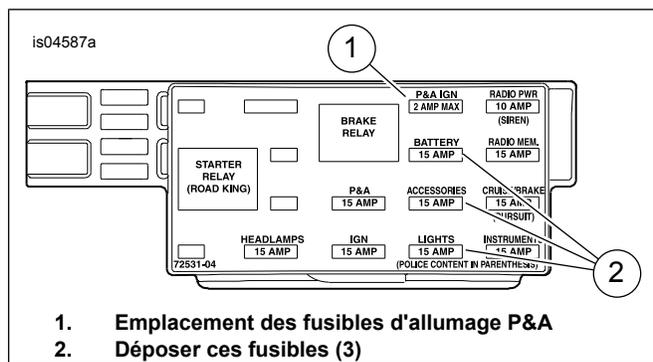

Figure 13. Cavité de fusible d'allumage P&A (modèles Touring de 2004 à 2007)
3. **Modèles de 2004 à 2007 :** Voir la figure 13. Repérer la cavité de fusible marquée « P&A IGN », « 2 AMP MAX » (1). Retirer les trois fusibles (2) présentement en place dans cette rangée, tout en notant leur emplacement.